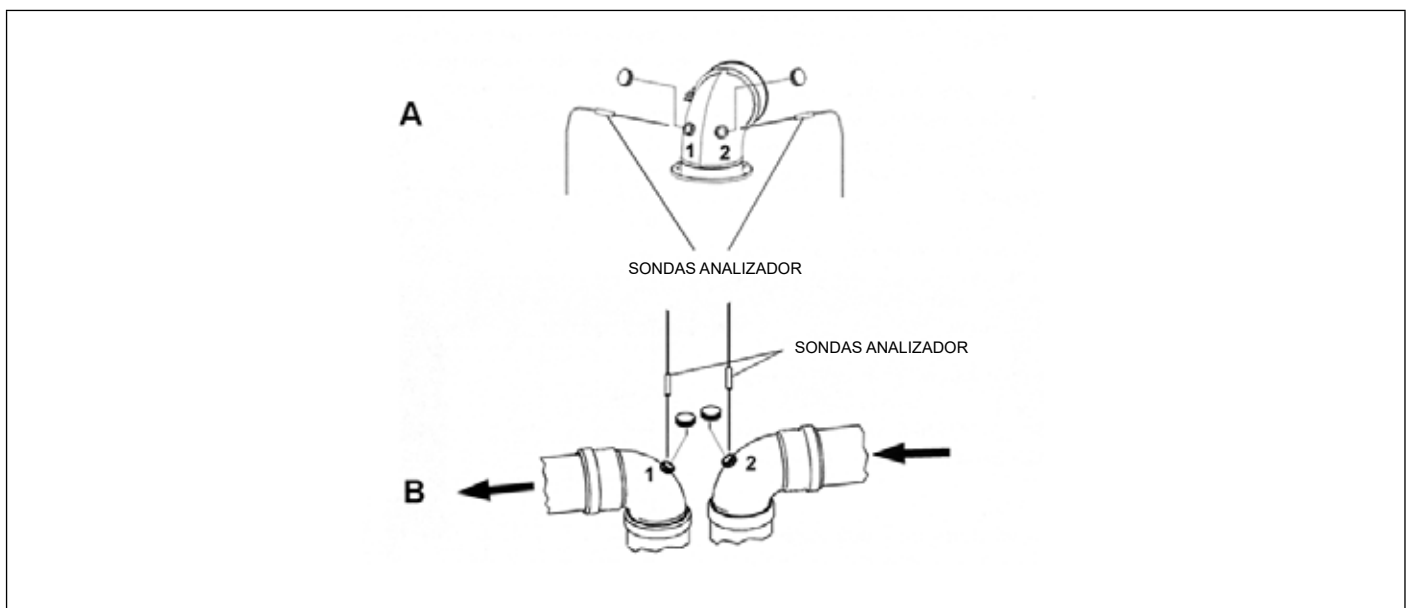

Fig. 22 Ejemplos de puntos de detección de humos
- medida del aire comburente tomada en la abertura dedicada 2 (ver ref. **A** Fig. 22 Ejemplos de puntos de detección de humos).
- medida de la temperatura humos y del CO2 tomados en la abertura dedicada 1 (ver ref. **A** Fig. 22 Ejemplos de puntos de detección de humos).
- medida del aire comburente tomada en la abertura dedicada 2 (ver ref. **B** Fig. 22 Ejemplos de puntos de detección de humos).
- medida de la temperatura humos y del CO2 tomados en la abertura dedicada 1 (ver ref. **B** Fig. 22 Ejemplos de puntos de detección de humos).